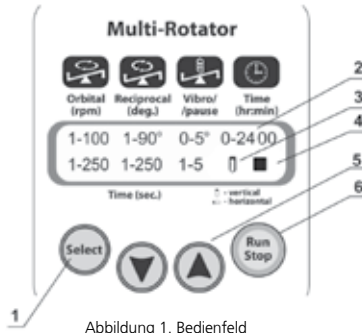

Abbildung 1. Bedienfeld
- › Drücken Sie die Taste **Run Stop** (Abb. 1/5), um das Programm zu starten..
- › Die Bewegung der Plattform beginnt und die entsprechende Änderung (▶, Abb. 1/4 und die Werte für die Änderung der Zeit) werden auf dem Display angezeigt.
- › Falls keine Betriebsdauer eingestellt ist und der Timer (Abb. 1/2) 0:00 anzeigt, startet durch Drücken der Taste **Run Stop** der kontinuierliche Betrieb des Rotators bis die Taste **Run Stop** erneut gedrückt wird.
- › Falls die Betriebsdauer eingestellt ist, stoppt die Plattform nach Ablauf der eingestellten Zeit (Anzeige ■ blinkt auf dem Display; Abb. 1/4) und ein akustisches Signal weist auf das Ende der Betriebszeit hin (das Signal kann durch Drücken der Taste **Run Stop** ausgestellt werden).
- › Drücken Sie die Taste **Select** (Abb. 1/1), um die zu ändernden Parameter auszuwählen (der aktive Parameter blinkt).
- › Stellen Sie mit den Tasten **▼** und **▲** (Abb. 1/5) den gewünschten Wert ein. Wenn die Taste länger als 2 Sek. gedrückt wird, ändern sich die Werte schneller.
Ist das Röhrchen-Symbol (Abb. 1/3) in vertikaler Position, beginnt die reziproke Rotation der Röhrchen in vertikaler Position (Plattform in horizontaler Position). Ist das Röhrchen-Symbol in horizontaler Position, beginnt die reziproke Rotation der Röhrchen in horizontaler Position (Plattform in vertikaler Position).